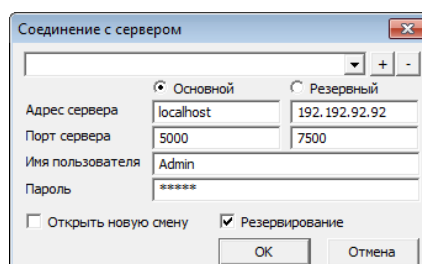

Рисунок 10.9 — Окно авторизации при использовании функции резервирования сервера
- **Резервирование** — установите данный флаг при использовании функции резервирования сервера *STEMAX* и заполните данные для авторизации на резервном сервере (см. рисунок 10.9). В случае отказа основного сервера *STEMAX* переход на резервный сервер будет выполнен автоматически, быстро и незаметно для пользователя (подробнее о функции резервирования сервера *STEMAX* см. в 23).